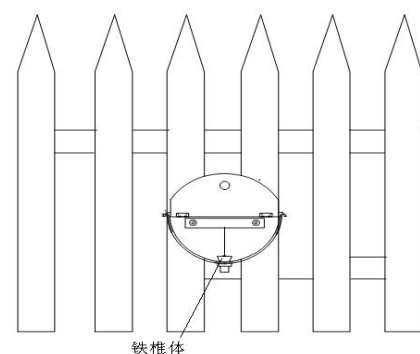

图 4
2.3 在不锈钢链条上旋上铁椎体堵头, 待电机将链条充分释放后, 铁椎体堵头可以和喂水器底部出水口密封圈接触充分, 如图 4